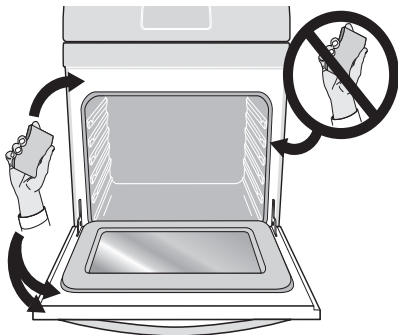

Figure 81: Zones à nettoyer et les zones à éviter (joint)
- Ne pas vaporiser de nettoyant pour les fours ou de revêtement protecteur dans ou autour de n'importe quelle partie de l'intérieur du four. Nettoyer toute la saleté du cadre du four, la garniture de porte à l'extérieur du joint de porte et de la petite zone au centre avant de la sole du four (Figure 81). Ces zones reçoivent suffisamment de chaleur pour brûler les saletés. Nettoyer à l'eau savonneuse avant de lancer l'autonettoyage.